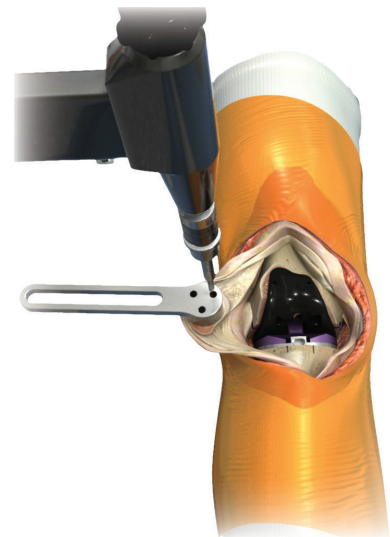

Figura 25c
8. Utilice la Guía de Broca para perforar en los 3 agujeros que se encuentran en la Guía de Perforación hasta que el taladro salga por debajo de la guía (Figura 25c).